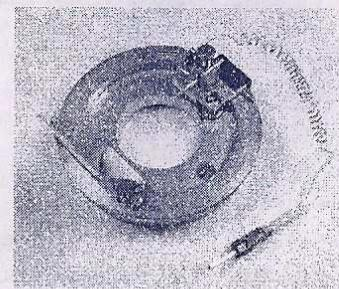

Рис.1. Крепление СТМ-зонда в СТМ-столике
- вденьте заготовку СТМ-зонда нержавеющей трубкой в одно из двух отверстий для иглы, подкрутите винт и, с небольшим усилием зажмите им трубку (рис.1);